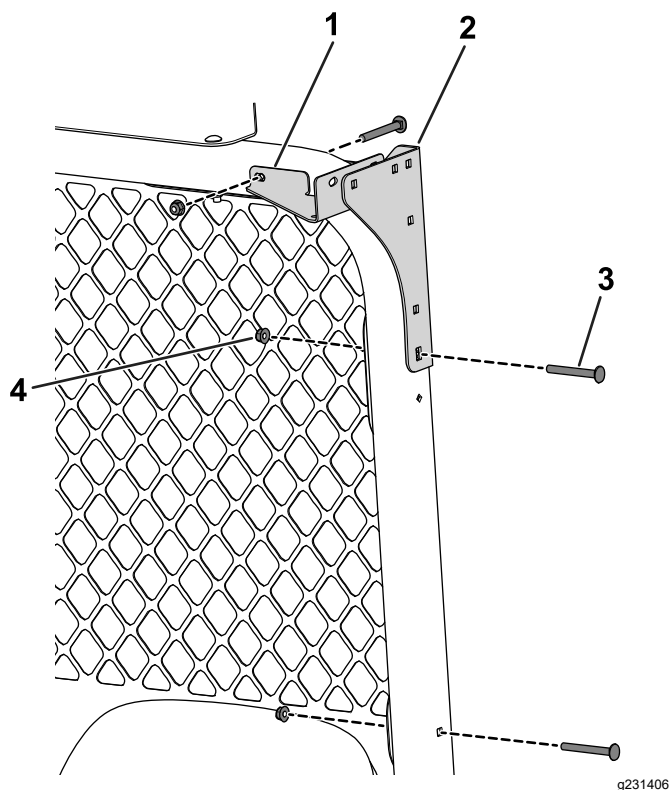

Рисунок 34
6. С помощью 4 каретных болтов (5/16 x 2¾ дюйма) и 4 гаек (5/16 дюйма) прикрепите задние монтажные кронштейны и задние угловые крепления к защитной дуге (Рисунок 34).
7. Прикрепите заднюю решетку к стойке с помощью 2 каретных болтов (5/16 x 2¾ дюйма) и 2 гаек (5/16 дюйма) (Рисунок 34).